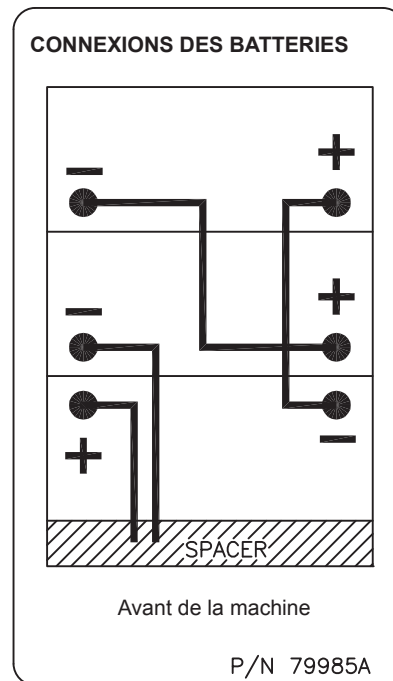

Figure 5
1. Assurez-vous que le commutateur se trouve en position OFF (O).
2. Placez les batteries avec précaution dans le compartiment des batteries. Disposez-le comme illustré à la figure 5.
3. Installez les câbles de batterie comme illustré à la figure 5, les bornes marquées "P" sur les bornes positives de la batterie et les bornes marquées "N" sur les bornes négatives de la batterie. Placez les câbles de manière à pouvoir retirer facilement les caches lorsqu'il faut ajouter de l'eau aux batteries.